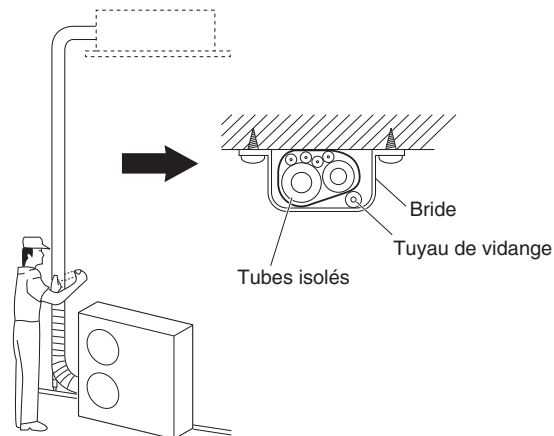

Fig. 5-9
- (1) À ce moment, les tubes de réfrigérant (et le câblage électrique si les codes locaux le permettent) doivent être guipés ensemble avec du ruban d'armature en 1 faisceau. Pour éviter que le condensat ne déborde du carter de vidange, gardez le tuyau de vidange séparé du tube de réfrigérant.
- (2) Enroulez le ruban d'armature du bas de l'unité extérieure jusqu'en haut de la tuyauterie où il entre dans le mur. Lors de l'enroulement du ruban, chevauchez la moitié de chaque tour de ruban précédent.
- (3) Bridez le lien de tube au mur en utilisant approx. 1 bride à chaque mètre. (Fig. 5-9)